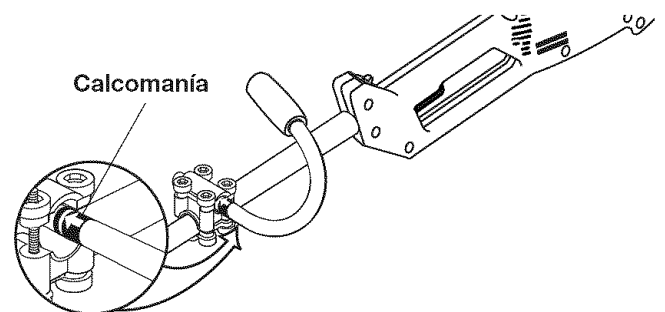

Fig. 2
5. Deslice la manija auxiliar hacia adentro o hacia afuera hasta que la flecha /línea blanca de la calcomanía toque el ensamble de la abrazadera (Fig. 2).